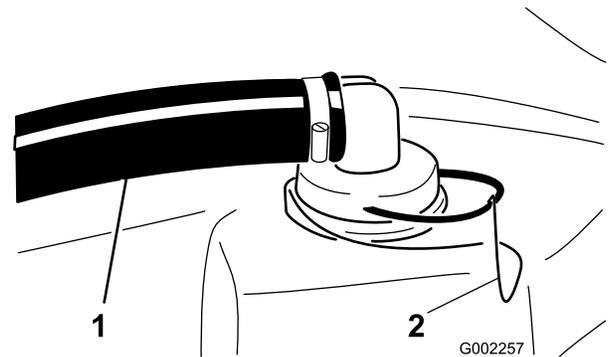

Figure 66
2. Retirez la fixation du raccord rouge monté sur le gros flexible en haut de la cuve (Figure 66).
3. Débranchez le flexible de la cuve (Figure 66).